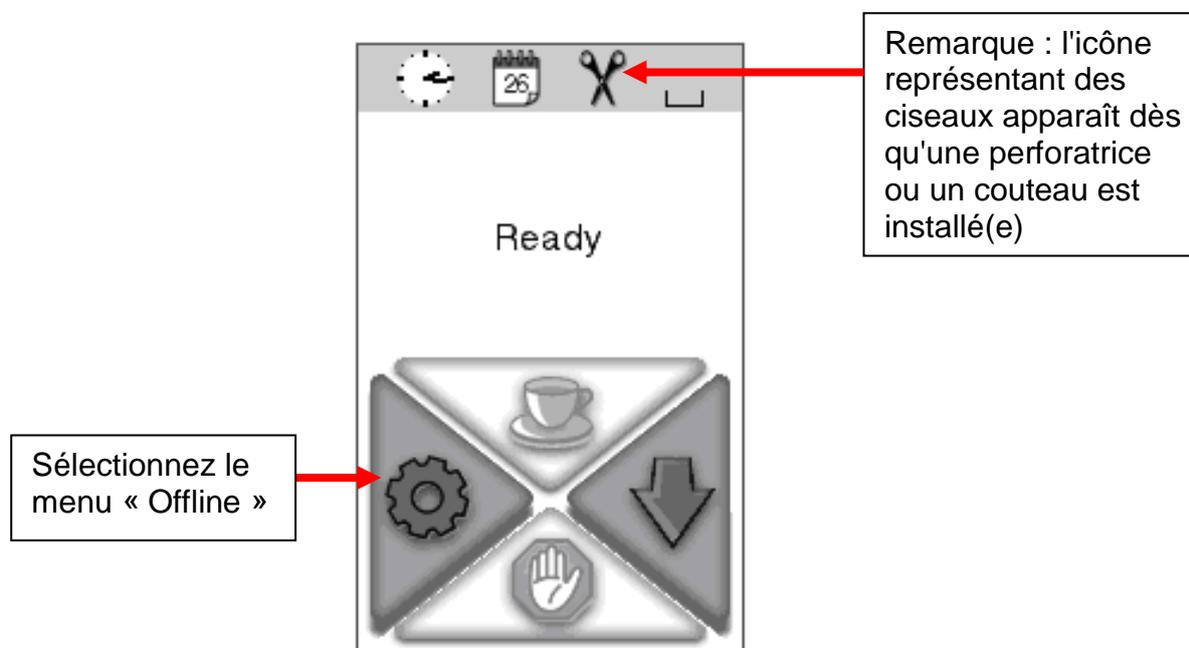

Figure 1, écran « Ready ».
3. Allumez l'alimentation et attendez que l'écran « Ready » illustré à la Figure 1 apparaisse sur l'écran tactile.
12. Sélectionnez l'icône « back »,  qui vous emmènera directement à l'écran « Ready » illustré à la Figure 1.
13. L'imprimante est prête à perforer dès que l'écran affiche « Ready », comme illustré à la Figure 1. Pour affiner la qualité de perforation en fonction de la taille et du type de tube, vous devez retourner au menu illustré à la Figure 6.